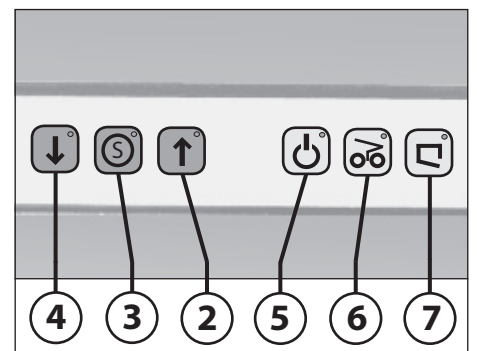

Abb. 2
1. Hauptschalter (1) einschalten (Stellung „1“).
2. Vorwärtstaste (2) (Abb. 2) betätigen. Das Schneidwerk läuft.
- 2 = Vorwärtstaste (Abb. 2)**
- 3 = Stopp-Taste „S“ (Abb. 2)**
- 4 = Rückwärtstaste (Abb. 2)**
- 5 = Kontroll-Anzeige (Abb. 2)**